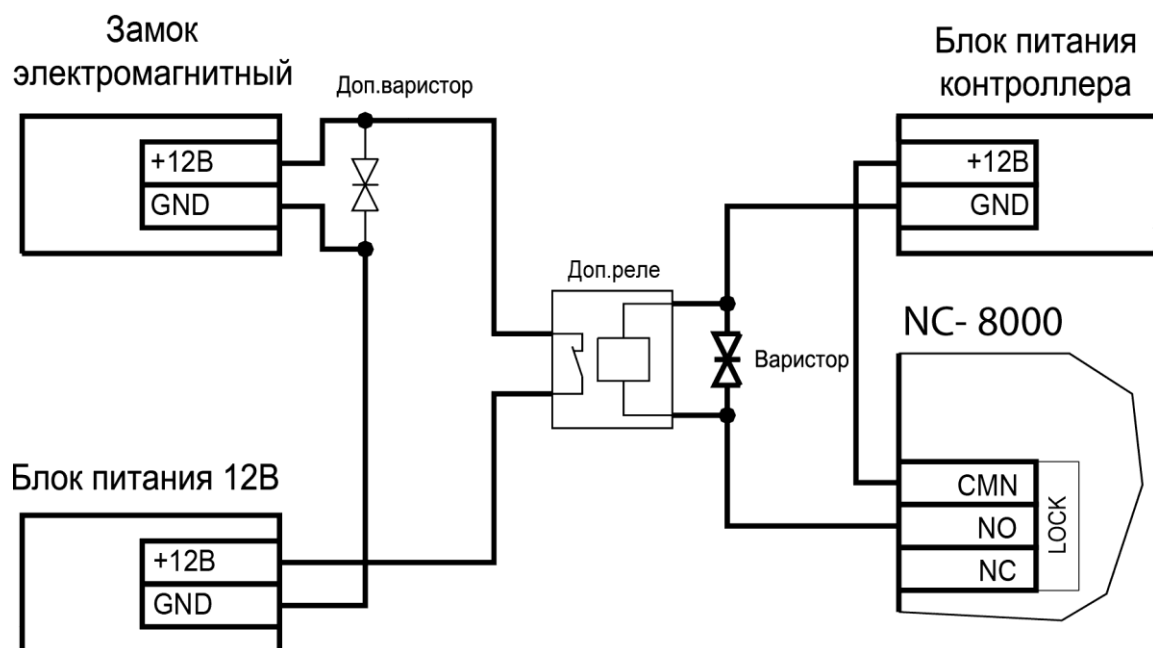

Рисунок 13. Схема подключения замка с большим током потребления
- Установите дополнительное промежуточное реле (рис. 13).
Реле должно срабатывать от напряжения 12 В, подаваемого от контроллера, а исполнительные контакты – обеспечивать длительную многократную коммутацию силовой цепи замка. Настоятельно рекомендуется установить дополнительный варистор на стороне замка (рис. 13). Обратите внимание, второй варистор в комплект поставки не входит.